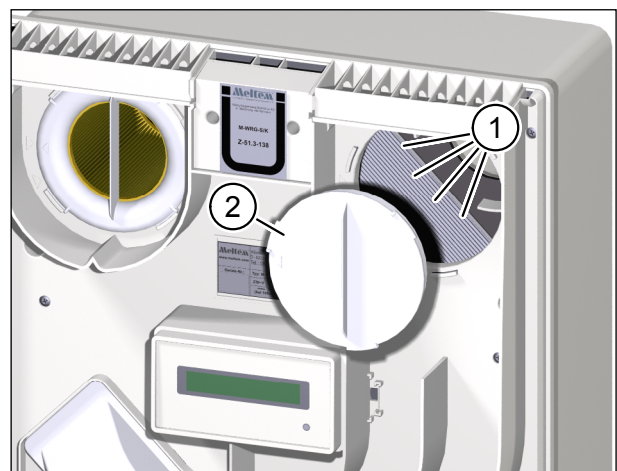

Abb. 17: Lüftungsgerät desinfizieren
- ▶ Sprühen Sie mit dem Desinfektionsspray in die Zuluftöffnung, vorrangig auf den Wärmetauscher (Pos. 1 in Abb. 17).
- ▶ Schließen Sie die Zuluftöffnung mit dem Filterdeckel (Pos. 2 in Abb. 17).